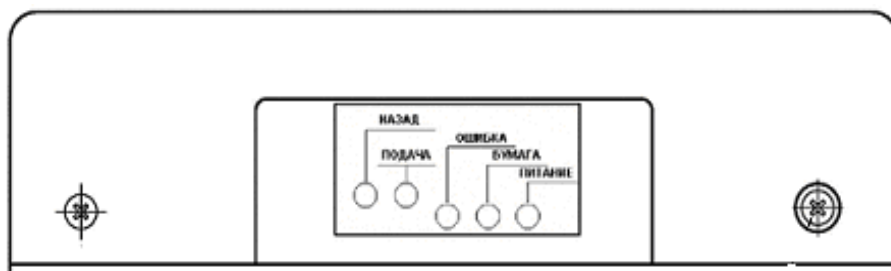

Рисунок 6.2- Внешний вид ККМ (вид сверху).
7.3.1 Панель управления и контроля расположена на верхней поверхности ККМ (Рисунок 6.2).